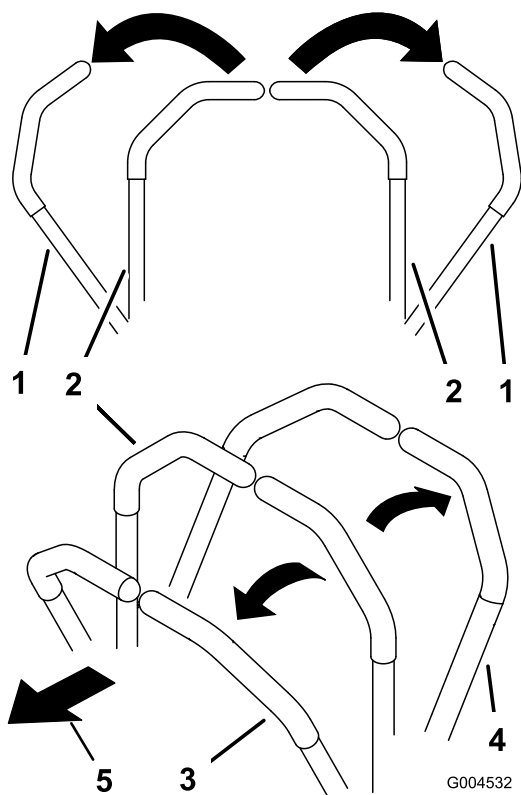

Рисунок 19
- Для перемещения прямо вперед передвиньте медленно вперед рычаги управления движением (Рисунок 19).
- Для перемещения прямо назад передвиньте медленно назад рычаги управления движением (Рисунок 19).
- Чтобы повернуть, сбросьте скорость машины, потянув назад оба рычага, затем нажмите вперед на рычаг, противоположный стороне, в которую требуется повернуть (Рисунок 19).